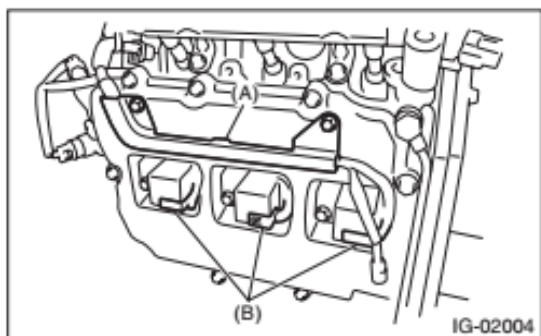

Рисунок VIII-1
- 1) Быстро разгоните двигатель 5 раз до 4000 об/мин. Заглушите двигатель и отключите питание бортовой сети. После полного остывания двигателя снимите катушки зажигания (Рисунок VIII-1).